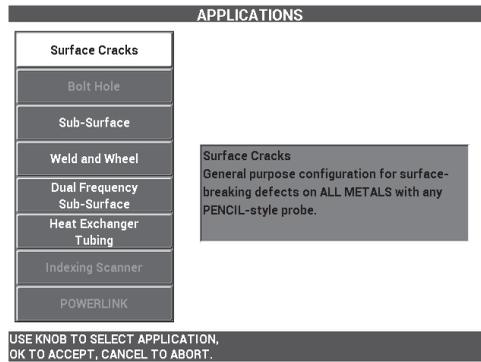

Figure 5-54 Application Fissures de surface
2. Appuyez une fois sur la touche ADV SETUP (  ), et puis sélectionnez le menu **CHOIX APPLIC** (touche A) pour l'ouvrir. Sélectionnez l'application **Fissures de surface** avec la molette de réglage, et puis appuyez sur  pour confirmer votre choix (voir la Figure 5-54 à la page 180).